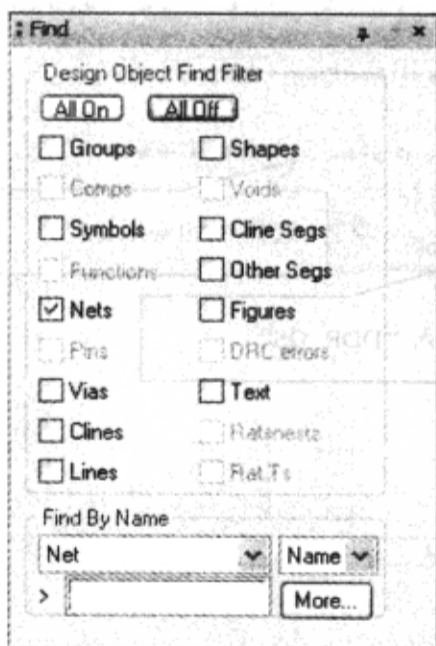

图 4-3-12 “Find”页设置
- (1) 执行菜单命令“Edit”→“Delete”，控制面板的“Find”页面设置如图 4-3-12 所示。